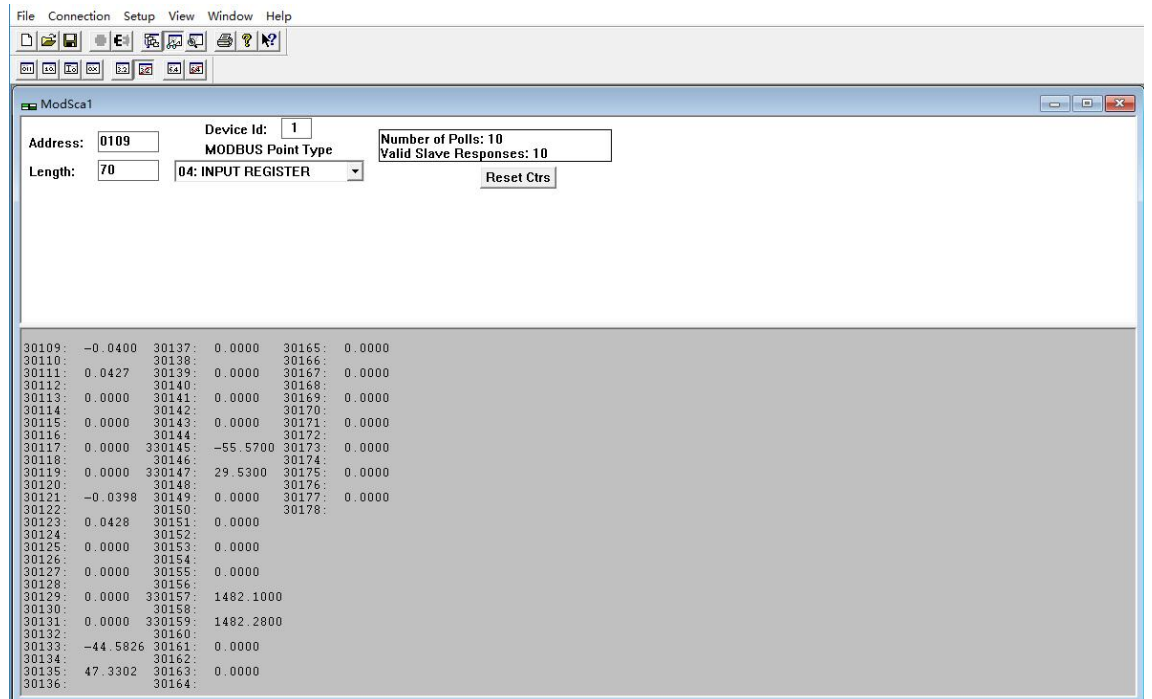

图 2-1
- 1、使用 MODBUS 测试软件采集数据，如“图 2-1”。